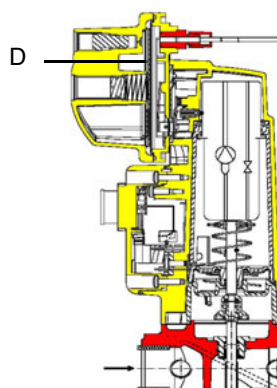

Рис. 12
**⚠ ВНИМАНИЕ:** диафрагма D исполнительного механизма SKP2 должна находиться в вертикальном положении (Рис. 12).